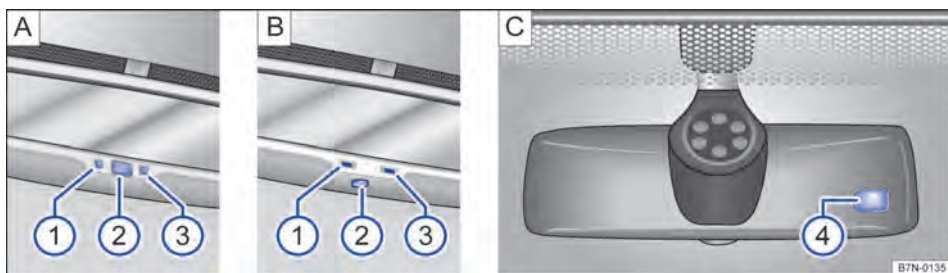

Fig. 105 No para-brisa: espelho retrovisor interno com antiofuscante automático.
Legenda para Fig. 105:
- ① Luz de controle.
- ② Interruptor.
- ③ Sensor para reconhecer a incidência de luz por trás.
- ④ Sensor para reconhecer a incidência de luz pela frente.
O antiofuscamento automático pode ser ligado e desligado com o interruptor no espelho retrovisor interno ⇒ Fig. 105 A ② ou ⇒ Fig. 105 B ②. Com o antiofuscamento automático ligado, a luz de controle A ① ou B ① se acende.
- Um sensor no lado que indica para o interior do veículo, que mede a incidência de luz por trás ⇒ Fig. 105 A ③ ou ⇒ Fig. 105 B ③.
- Um sensor no lado que indica para o para-brisa, que mede a incidência de luz pela frente ⇒ Fig. 105 C ④.